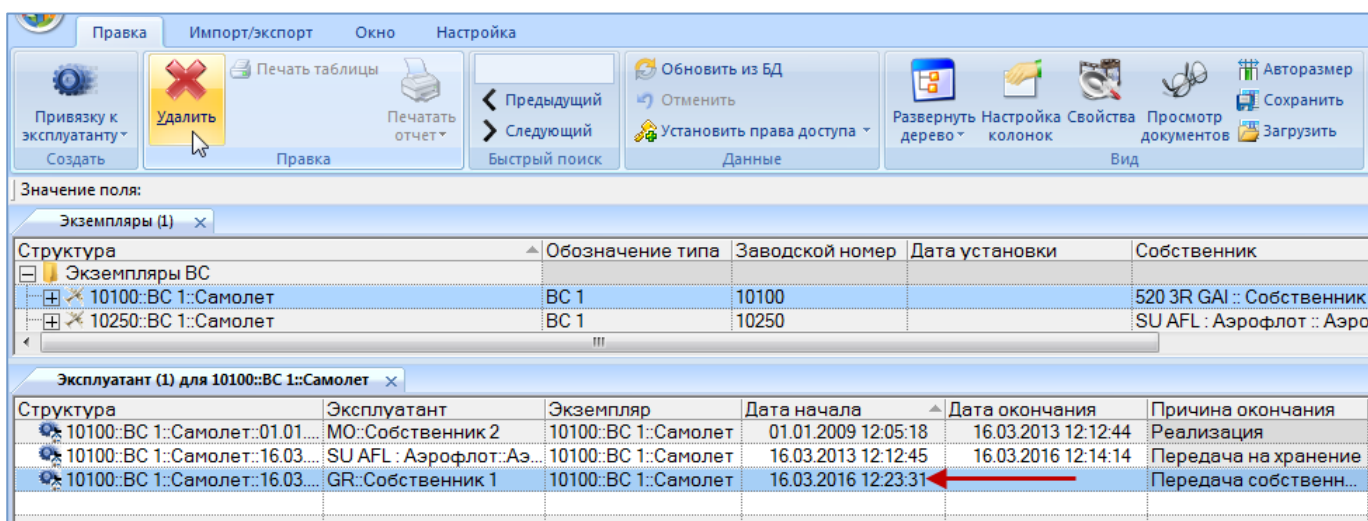

Рис. 13-172 – Окно связанных объектов «Эксплуатант» для экземпляра ВС
3) Выбрать движение в окне связанных объектов («Собственник», «Эксплуатант», «Точка базирования» – для экземпляра ВС и «Движения ПКИ в эксплуатации», «Движения по месту» для экземпляра ПКИ) и нажать кнопку «Удалить» панели «Правка» (рис. 13-172). Для выделения нескольких движений использовать клавиши CTRL и SHIFT.